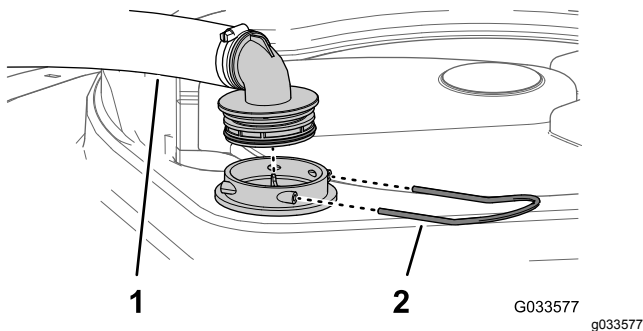

Figura 101
2. Nella parte superiore dell'irroratrice, rimuovete il fermo che fissa il raccordo del flessibile collegato al flessibile grande dall'alloggiamento del filtro (Figura 101).
3. Rimuovete il flessibile e il raccordo del flessibile dall'alloggiamento del filtro (Figura 101).